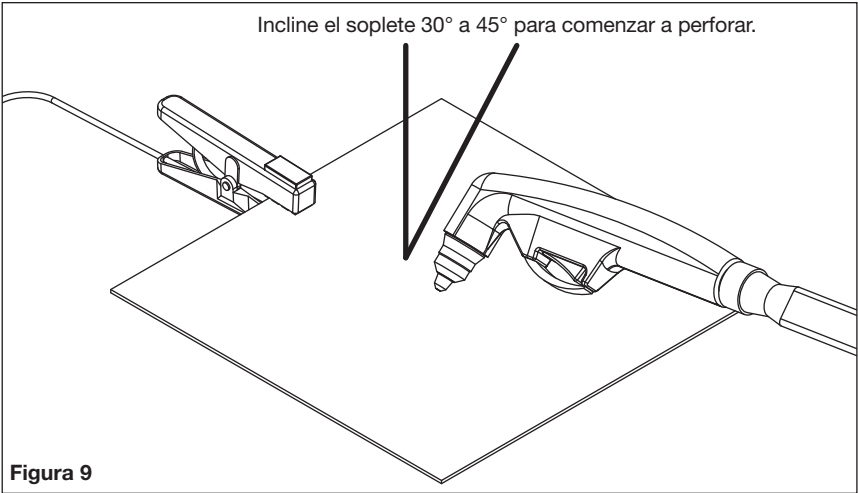

Figura 9
- 1. Coloque la punta del soplete en la ubicación en que desea perforar. Inclíne el soplete hacia un lado aproximadamente 30° a 45° con la punta sobre la pieza de trabajo. Vea la figura 9.